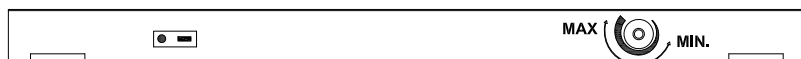

Fig. 3
Vedi fig. 3
4. Montare la nuova molla. Vedi fig. 3. La molla deve essere portata a fare presa sul fermo sulla lista di alluminio ed essere chiusa. Montare la boccola ed il perno.